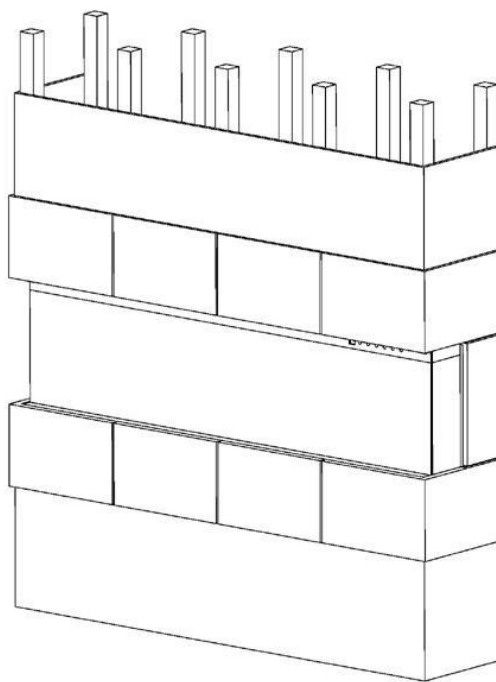

Fig.3-5
8. Decorați placajul sau gips-cartonul cu plăci glazurate, tapet, etc. **Fig.3-5**